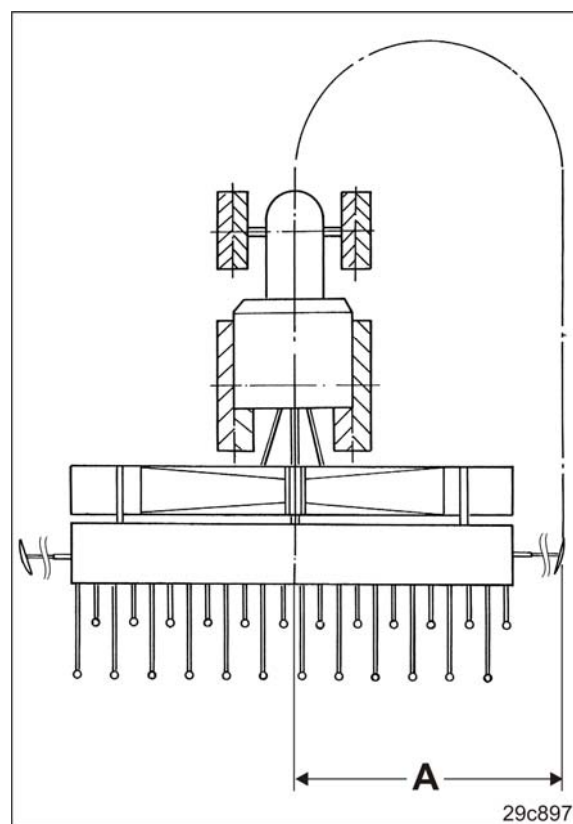

Fig. 160
- 3.5 Spuranreißerlänge auf Länge „A“ (siehe Tabelle Fig. 160) einstellen.